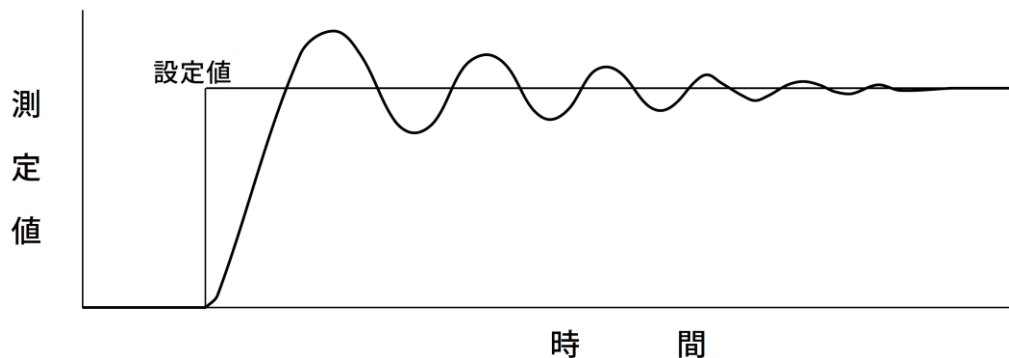

図 2 積分動作による測定値の振動
(5) TI を 2.0、0.1、0.01min と小さくし、(1)～(4)項と同じ操作を行います。
(6) そのうちに PV にやや長い周期の振動が現れます(図 2)。